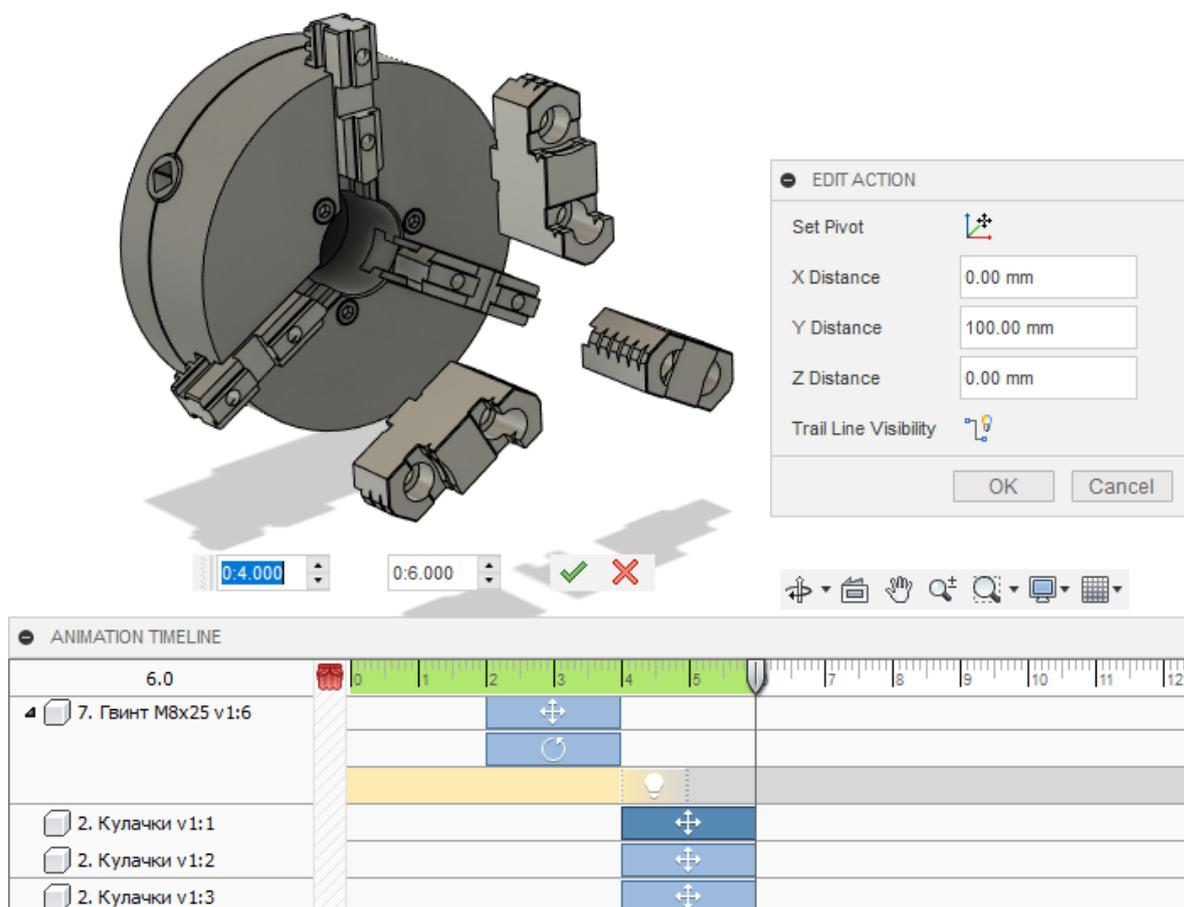

Рис.15.5. Переміщення кулачків
4. Оберіть 3 кулачка і за допомогою інструмента «Transform Components»  Transform Components лінійне переміщення від патрону 100 мм (рис. 15.5). Переконайтесь, що час початку дії 4 с. і кінець 6 с.